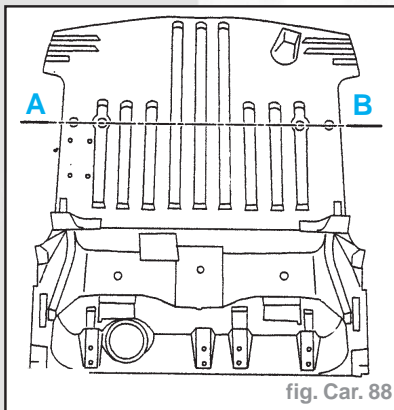

fig. Car. 88
- Tracer puis découper le plancher neuf à l'aide d'une scie suivant l'axe (A B) (fig. Car. 88).